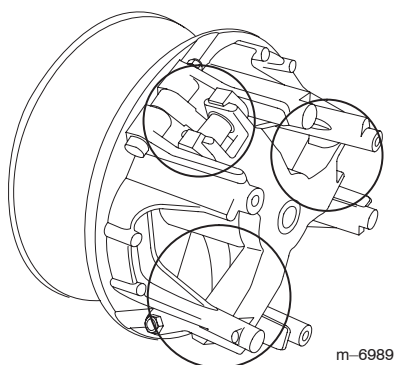

Figura 54
6. Lubrifique as peças móveis nas áreas assinaladas com um círculo na figura 54 utilizando o Dry Lubricant Spray da Toro, disponível no revendedor ou distribuidor autorizado Toro.